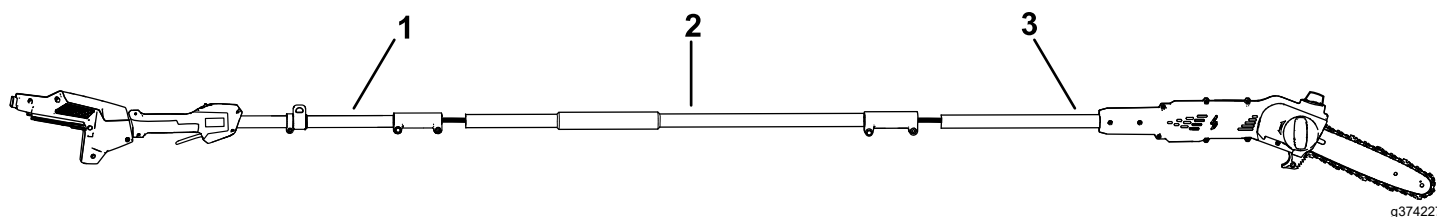

Figura 4
1. Desdobre as secções da pega (Figura 4).